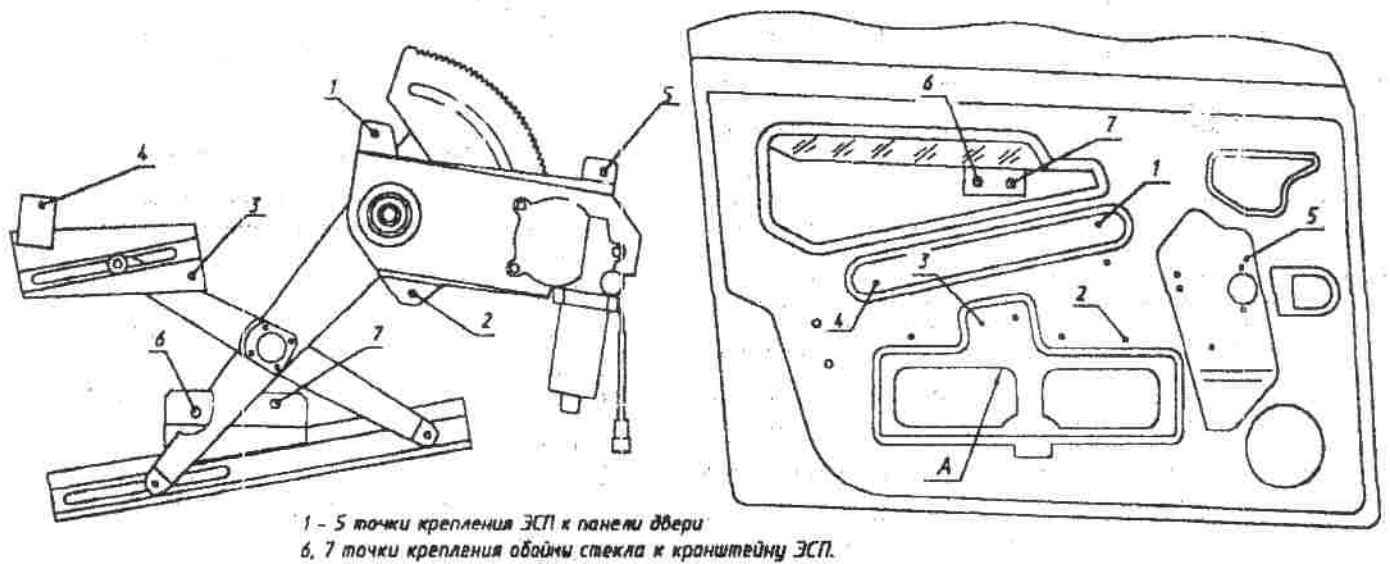

Рис. 2. Установка ЭСП в переднюю дверь.
4.7. Установить ЭСП в дверь в соответствии с рис. 2. в последовательности, описанной ниже
4.8. Закрепить привод ЭСП к внутренней панели двери тремя гайками со стопорными шайбами ( место №№ 1, 2, 5 рис.2).
4.9. Короткую направляющую закрепить одной гайкой со стопорной шайбой, не затягивая гайку (место №3, ближе к приводе ЭСП, рис. 2 ).
4.11. Нажав на край стекла, включив ЭСП, опустить стекло в нижнее положение. В нижнем положении стекла закрепить короткую направляющую гайкой со стопорной шайбой (место просверленного отверстия №4 рис.2).
4.15. Для исключения посторонних звуков при крайнем нижнем положении стекла передних дверей, рекомендуется отогнуть край ребра технологического окна (место А, рис. 2). Приклеить с внутренней поверхности панели двери место А и на брус безопасности демфирующий материал.